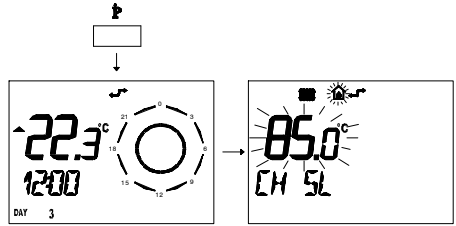

fig. 5.50
- 1 Premere per più di 3 secondi il pulsante per entrare in modalità *INFO*. (fig. 5.50)